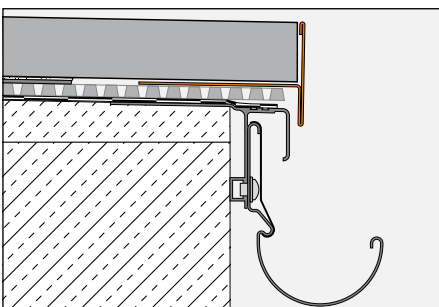

Abb. 2
Verarbeitung für Verlegung von selbsttragenden Plattenelementen auf Mörtelauflagepunkten mit BARA-RT / BARA-RTC (Abb. 2 und 3)
3.2 Bei Verlegung auf TROBA-PLUS mit den Dünnbettschalungsrings (Abb. 2) Schlüter-TROBA-STELZ-DR überdeckt das Abschlussprofil BARA-RT / BARA-RTC den freien Rand der Belagskonstruktion. Dabei werden die äußeren Dünnbett-Auflagepunkte auf dem trapezförmig gelochten Befestigungsschenkel von BARA-RT / BARA-RTC positioniert. Anschließend werden die selbsttragenden Plattenelemente auf die Auflagepunkte verlegt.